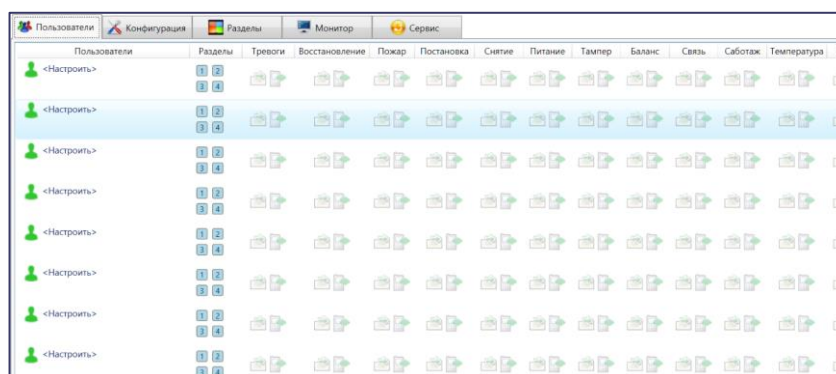
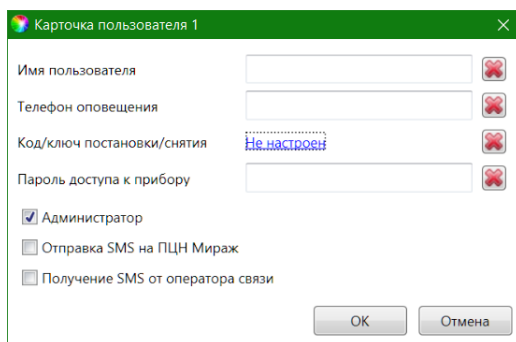

Рис. 5.3. Вкладка *Пользователи*
Рис. 5.4. Карточка пользователя
1. В программе *Конфигуратор Приват* перейдите на вкладку *Пользователи* и щелкните левой кнопкой мыши по строке пользователя, для которого необходимо зарегистрировать ключ (рис. 5.3). В результате откроется карточка пользователя (рис. 5.4).
- В карточке пользователя щелкните левой кнопкой мыши по надписи в поле *Код/ключ постановки/снятия* (по умолчанию надпись *Не настроен*) (рис. 5.4).